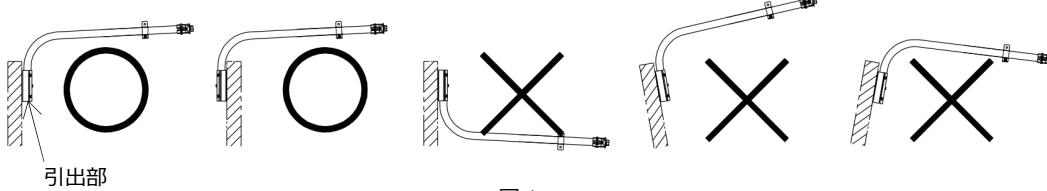

図 1
- アームは垂直な面に取付けてください。(図 1)
- 口出線の引出部が上向きになるように取付けないでください。(図 1) アームの落下による事故や浸水による絶縁不良の原因となります